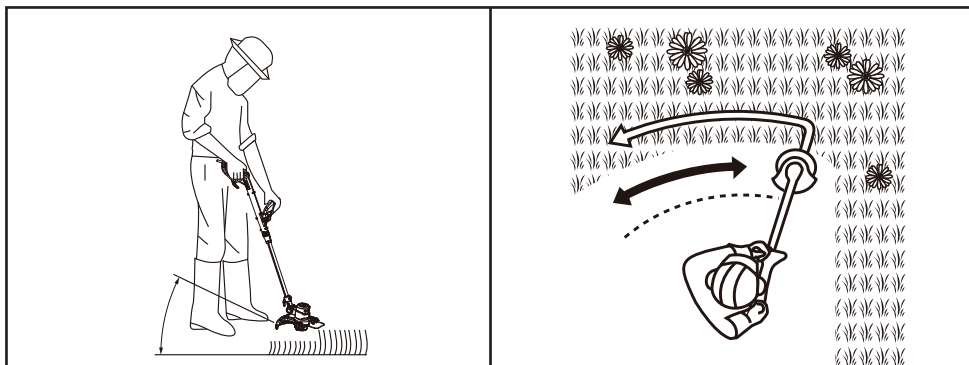

Fig. 8
- S'assurer que la position de travail est stable et maintenir fermement la machine avec les deux mains au niveau de la poignée supérieure (1) et de la poignée secondaire (6).
- Régler l'angle de la poignée principale (1) sur 0° pour la coupe.
- Placer la tête de coupe (15) juste au-dessus du sol à un angle d'environ 30° (Fig. 8).
- Déplacer lentement et régulièrement la machine de gauche à droite en formant un arc, puis revenir à la position de départ avant de couper la zone suivante (Fig. 8).